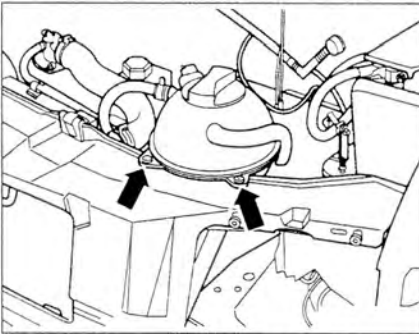

Рис. 2.2. Открутите болты расширительного бачка (стрелки) и закрепите бачок сбоку.
8. Открутите болты расширительного бачка (стрелки) и закрепите бачок сбоку (рис. 2.2).